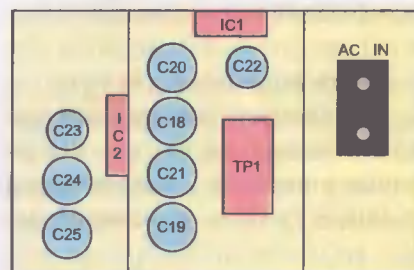
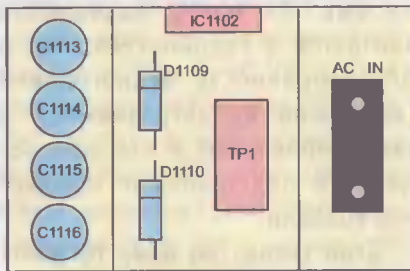

Рис. 1
Рис. 2
Проверяют, работает ли двигатель ВВ при нажатии кнопки EJECT. Неисправности двигателя ВВ будут рассмотрены ниже. Проверяют исправность промежуточного диска катушек. Контролируют наличие импульсов (см. рис. 2 в первой части статьи) на выв. 54 микросхемы IC801 в момент вращения катушек. При их отсутствии проверяют датчики вращения катушек и цепь прохождения импульсов до микросхемы IC801. Проверяют, появляется ли высокий уровень (0,7 В) на выв. 6 IC803 в момент поступления импульсов от датчиков вращения катушки. При отсутствии этого напряжения проверяют исправность микросхемы IC801 и цепь до
Убеждаются в том, что БВГ вращается. Если на выв. 23 и 24 микросхемы IC801 присутствуют импульсы PG и импульсы частотного генератора (FG) (см. рис. 7) — меняют микросхему IC801. Проверяют цепь от микросхемы IC801 до конт. 5 и 3 соединителя AD (см. рис. 1/11) и наличие сигналов PG и FG на этих контактах соответственно. Проверяют исправность двигателя БВГ и наличие надежного контакта в соединителях AD и ME.
ет, проверяют надежность контактов в соединителях AA (см. рис. 1/12) и MH (расположен на комбинированной головке), экспериментально проверяют правильность положения и исправность комбинированной головки. Соответственно, регулируют высоту головки или меняют ее.
Проверяют цепь подачи напряжения питания 9 В на микросхему IC601 и наличие высокого уровня на ее выв. 24. Проверяют присутствие сигнала на выв. 21 IC601. Проверяют работоспособность генератора стирания и подмагничивания — элементы T601, Q603 и их внешние элементы. При наличии сигнала на конт. 5 соединителя AA, надежности контактов в соединителях МН и АА и аудиоголовки подстраивают ток подмагничивания резистором R634 (см. рис. 1/13).
ваются конденсаторы фильтров, расположенные в непосредственной близости от тепловыделяющих элементов и нагретого корпуса. Например, в модели NV-L25 это конденсаторы C18-C25 (рис. 1), в модели NV-HD100 это C1113-C1116 (рис. 2).